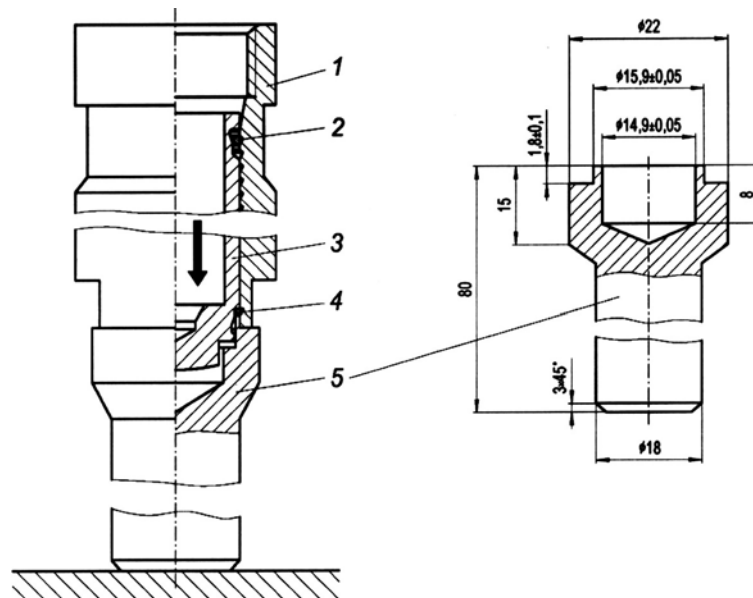

Рис. 3.2.51. «Зарядка» гидронатяжителя с помощью оправки: 1 – корпус; 2 – запорное кольцо; 3 – плунжер; 4 – стопорное кольцо; 5 – оправка
- на закрепленную вертикально оправку 5 (рис. 3.2.51) установить корпус 1 гидронатяжителя;
- на закрепленную вертикально оправку 5 (см. рис. 3.2.51) установить корпус 1 гидронатяжителя;